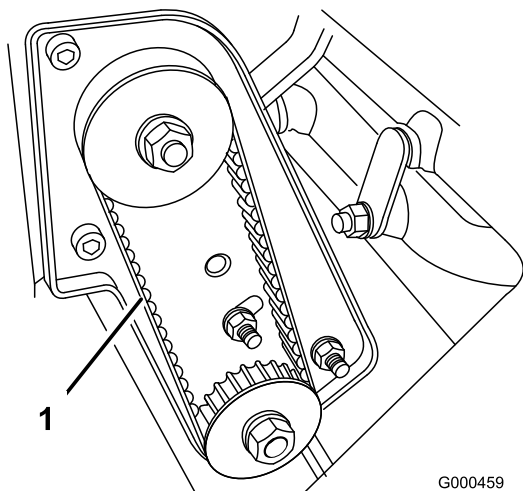

Figura 35
2. Verifique a pressão calcando a correia (Figura 35) até ficar entre o alternador e as polias, aplicando uma força de $2 \pm 0,5$ kg. A correia deve atingir um desvio de 6,4 mm. Se o desvio for incorrecto, passe para o passo seguinte.